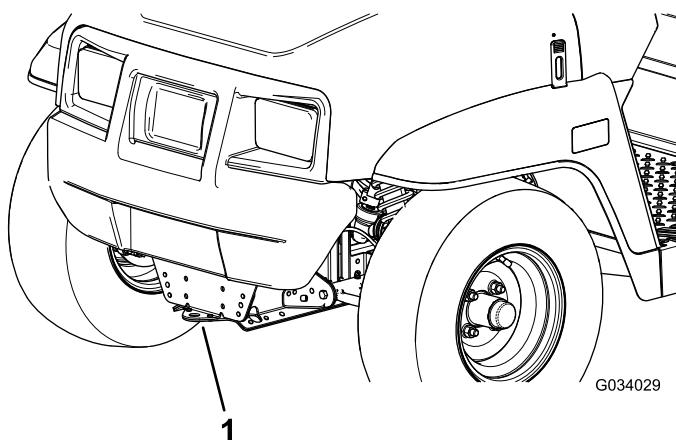
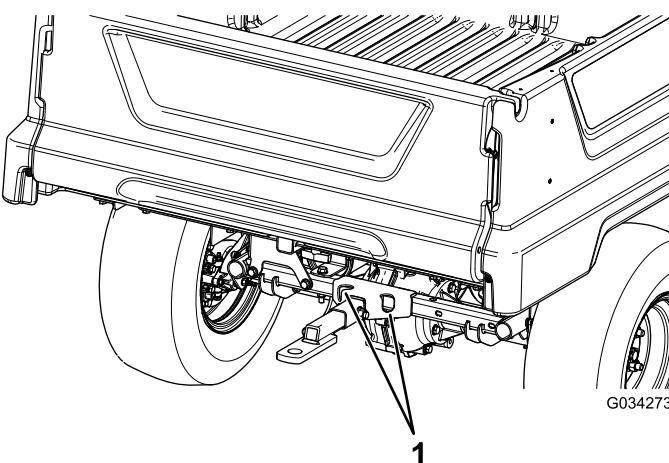

图 20
图 21
长距离移动时请使用带全宽斜面的拖车。确保机器稳固绑定到拖车上。参见图 20 和图 21 查看机器栓系点的位置。
2. 将拖绳系在机器机架前面的拖曳板上 图 20。